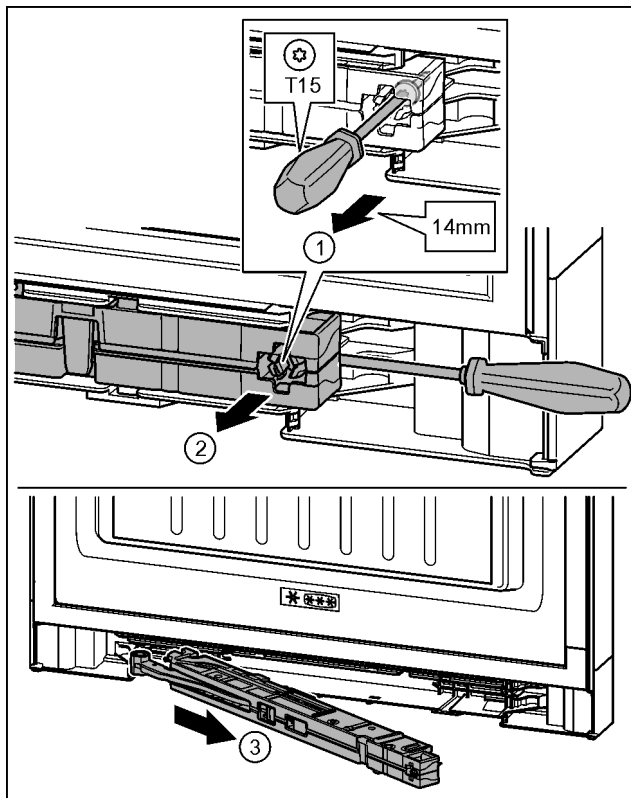

Fig. 17
► Schraube an Schließdämpfereinheit mit Schraubendreher T15 ca. 14 mm lösen. Fig. 17 (1)
► Mit Schraubendreher griffseitig hinter Schließdämpfereinheit fahren. Einheit nach vorn drehen. Fig. 17 (2)
► Einheit herausziehen. Fig. 17 (3)